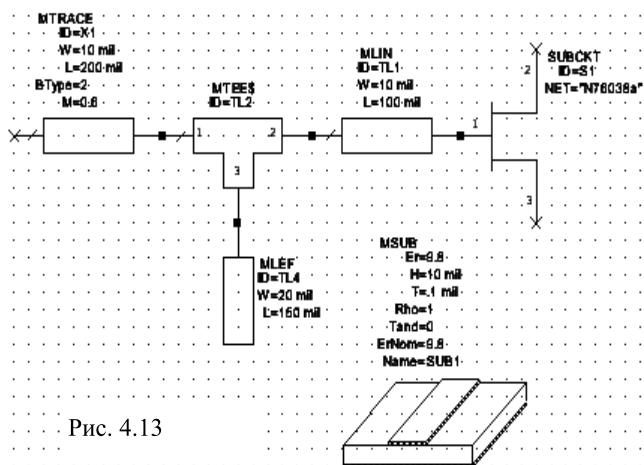

Рис. 4.13
- Нажмите левой кнопкой мышки на модель **MSUB** и, не отпуская кнопки мышки, перетащите элемент в окно схемы, отпустите кнопку, поместите элемент, как показано на рис. 4.13 и щёлкните левой кнопкой мышки, чтобы зафиксировать.